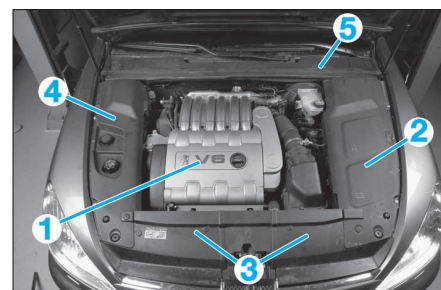

FIG. 88
- le cache supérieur (1) (Fig.88).